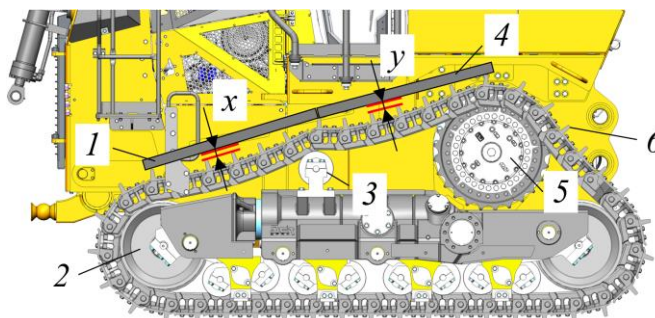

Рисунок 5.157. Проверка натяжения гусеницы
- Разместить измерительную линейку 1 между натяжным колесом 2 и поддерживающим катком 3, затем измерительную линейку 4 разместить между поддерживающим катком 3 и ведущем колесом 5, см. рис. 5.157.
- Измерить провисание гусеницы на свободных участках цепи x и y между нижней кромкой измерительной линейки и грунтозацепом звена 6, см. рис. 5.157.